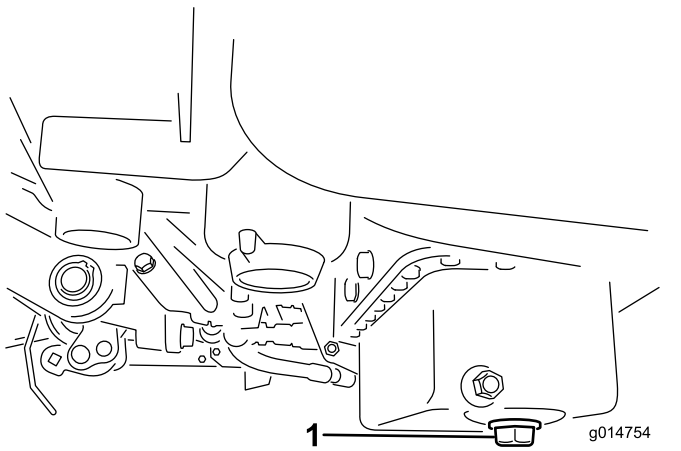

Figura 29
1. Scoateți buonul de golire și lăsați uleiul să curgă într-o tavă de golire. Atunci când uleiul nu mai curge, montați buonul de golire (Figura 29).